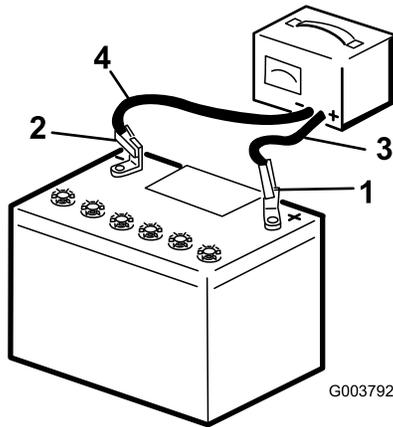

図 37
3. 25-30アンペアで10～15分、または4-6 アンペアで30分、バッテリーを充電する（図 37）。充電しすぎないように注意すること。
4. 充電が終わったら、チャージャのプラグをコンセントから抜いてから、チャージャのリード線をバッテリー端子から外す ( ) 図 37。